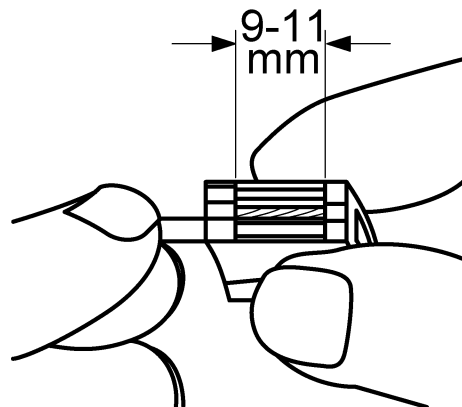

Figura 5: Lunghezza di spelatura
- Spelare il conduttore per 9 - 11 mm (figura 5).